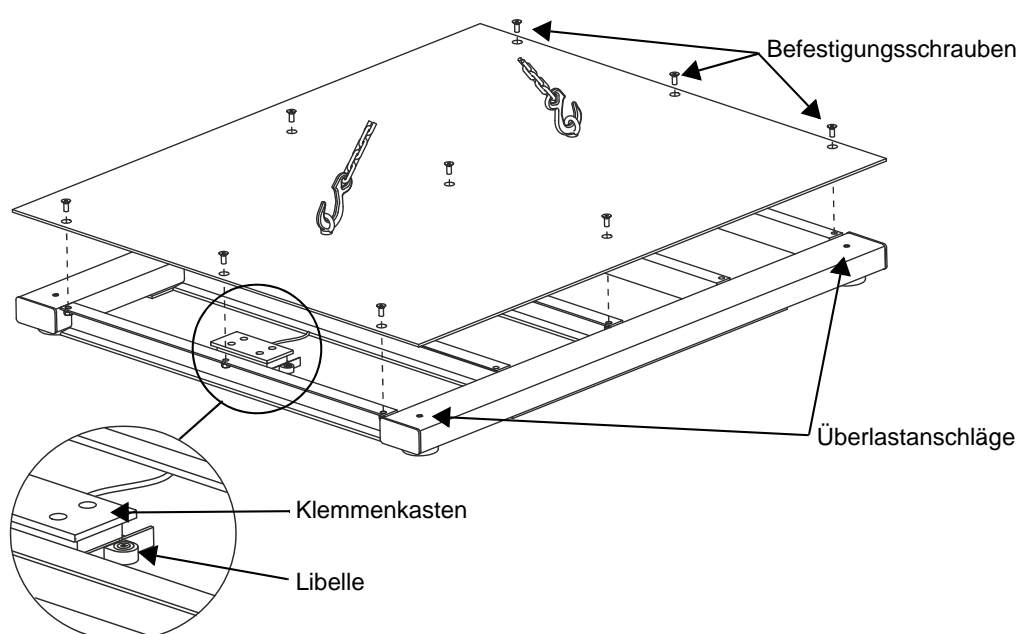

Abb. 3 Brückenblech abnehmen
Keinesfalls die mit rotem Sicherungslack versehenen Überlastanschläge verstellen (siehe Abb. 3, S. 14)!
*Dazu die Senkkopfschrauben des Brückenblechs herausdrehen und das Brückenblech abnehmen (siehe Abb. 3, S. 14).*
Keinesfalls die mit rotem Sicherungslack versehenen Überlastanschlge verstellen (siehe Abb. 3, S. 14)!
Dazu die Senkkopfschrauben des Brckenblechs herausdrehen und das Brckenblech abnehmen (siehe Abb. 3, S. 14).
Keinesfalls die mit rotem Sicherungslack versehenen Überlastanschlüge verstellen (siehe Abb. 3, S. 14)!